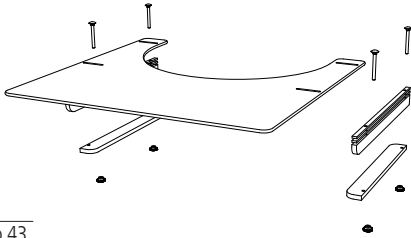

Abb.43
1. Lösen Sie den Klemmhebel (1, Abb. 43).
3. Abschließend ziehen Sie den Klemmhebel wieder fest (1, Abb. 43).